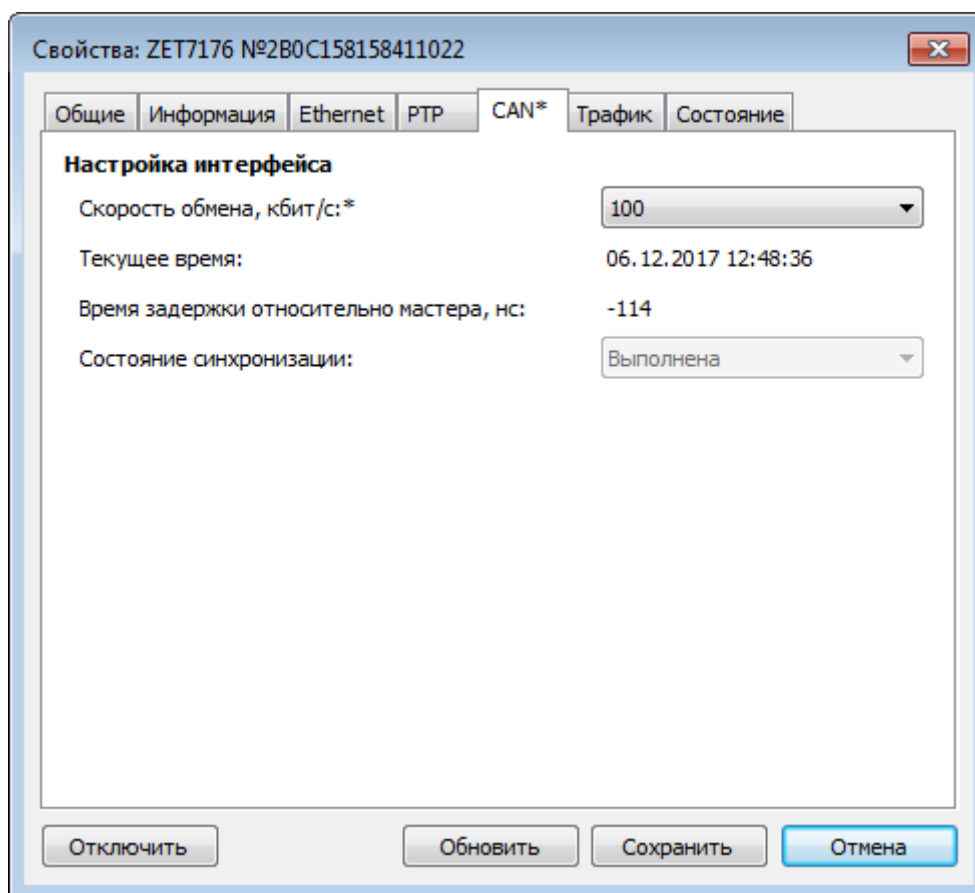

Рис. 2.11 Вкладка «CAN»
- во вкладке «CAN» в поле «Скорость обмена, кбит/с» следует выбрать значение скорости обмена в соответствии с установленными требованиями (Рис. 2.11).